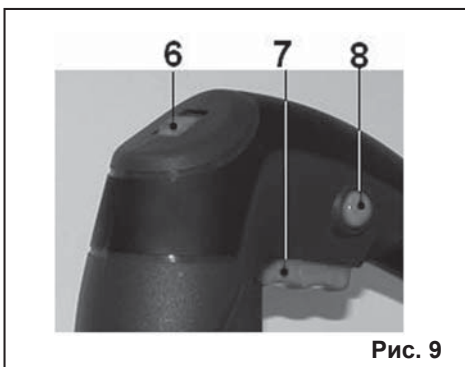

Рис. 9
8.1. Включение (Рис.9).
8.2. Изменение частоты хода пыльного полотна (Рис.9). Кроме модели ЛЭ-500/45.